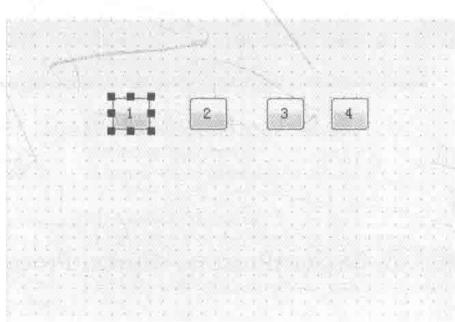

图 13-7 放置 LED 四个按钮
(3) 在对话框上放置 4 个 pushbutton，名称分别为 btn1、btn2、btn3、btn4，按钮上面的文本内容分别为 1、2、3、4，如图 13-7、图 13-8 所示。